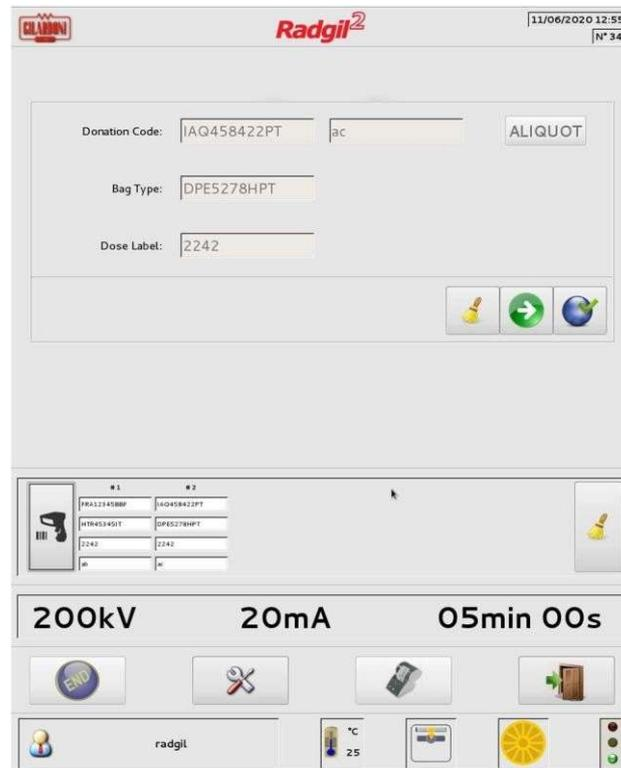

Figura 26
E) La FIGURA 26 muestra un ejemplo después de haber leído los cuatro códigos de barras de dos hipotéticas bolsas de sangre: